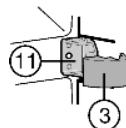

Fig. 18
- ▶ Applicare a scatto il coperchio Fig. 18 (11) sul supporto cuscinetto centrale Fig. 18 (3).